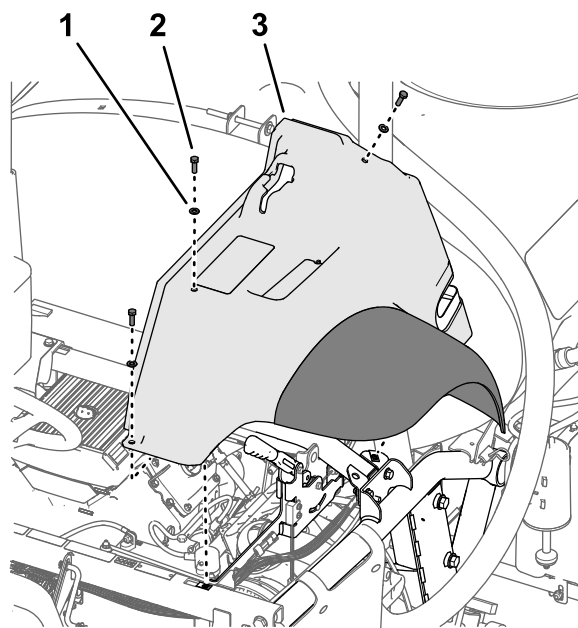

図 217
4. フェンダをフレームに仮止めする図 217ステップ 2 左右の前フェンダを取り外す (ページ 8)で取り外したボルト5/16 x 1 インチ3本とワッシャ5/16 インチ3枚を使用する。